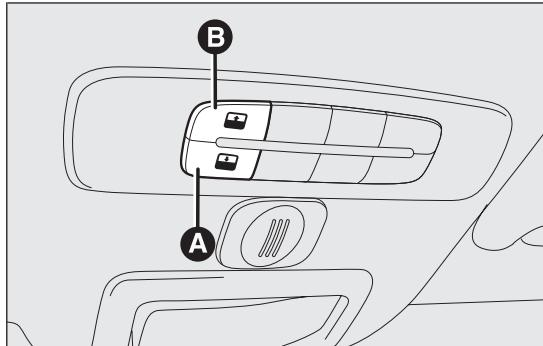

Abb. 46
Die Bedienung des Schiebedachs ist nur bei Zündschlüssel auf MAR möglich. Die Bedienungen A und B Abb. 46 befinden sich neben der vorderen Deckenleuchte und steuern das Schließen/Öffnen des Schiebedaches.
Die Taste B Abb. 46 gedrückt halten: das Dach geht in die Position "Spoiler". Nochmals die Taste B drücken und gedrückt halten: das Dach hält in der Position an, die beim Loslassen der Taste erreicht wurde.
Die Taste A Abb. 46 gedrückt halten: das Dach geht in die Position "Spoiler". Das Dach hält in der Position an, die beim Loslassen der Taste A erreicht wurde. Nochmals die Taste A drücken und gedrückt halten, bis das Dach komplett geschlossen ist.
- Die Taste A Abb. 46 gedrückt halten, damit sich das Dach Ruckweise komplett schließt